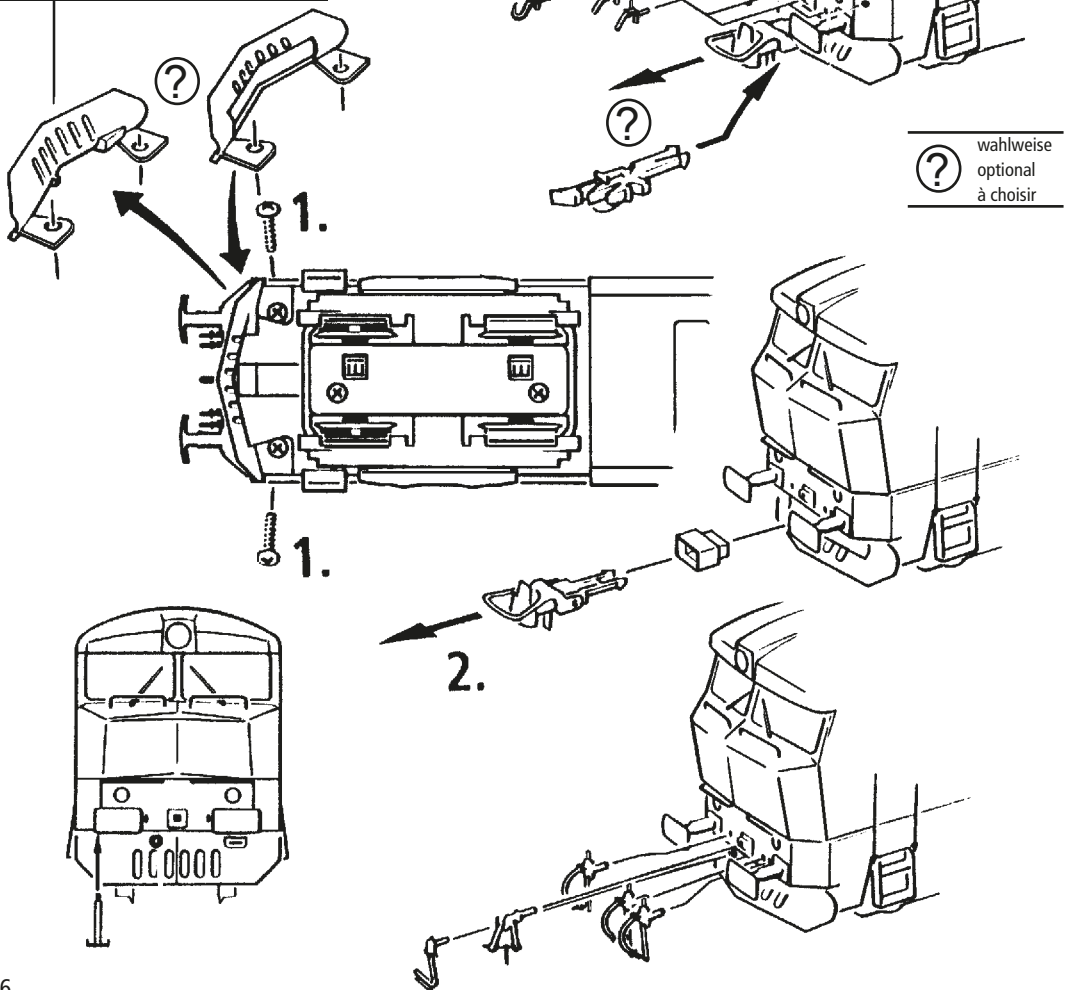
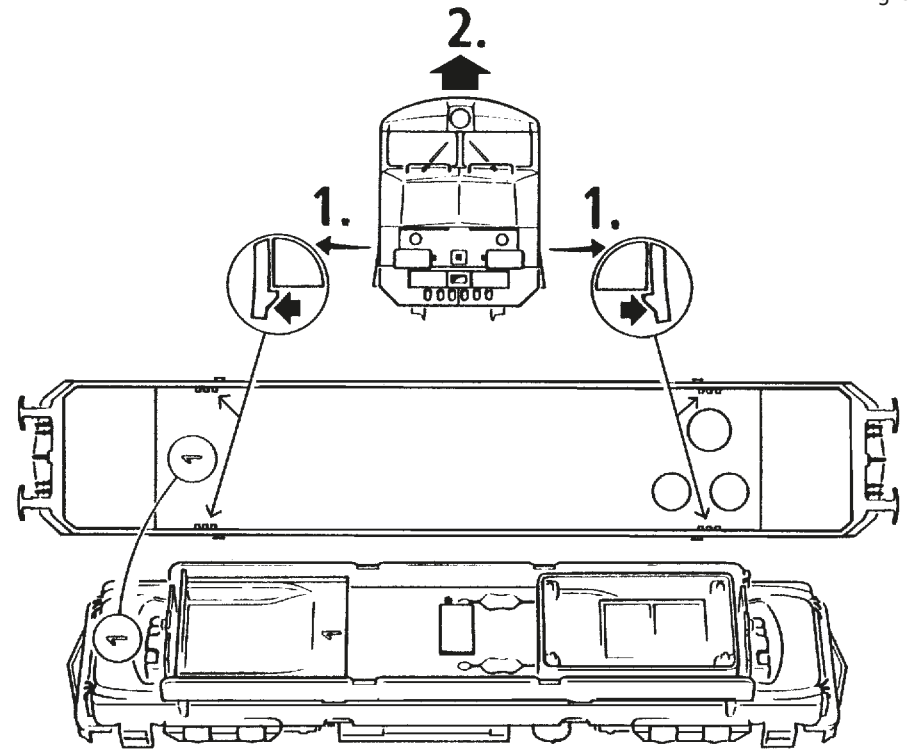

Fig. 3
Fig. 4
**Mehrzugbetrieb:** Zuerst Lokgehäuse abnehmen (Fig. 3). Danach den Brückenstecker aus der Schnittstelle entfernen (diesen sorgsam aufbewahren). Danach den Stecker des Steuerbausteins lagerichtig einsetzen (siehe Fig. 4).
**2. Schmierung:** Versehen Sie die im Schmierplan in Fig. 5 gekennzeichneten Stellen mit nur **kleinen Öltropfen**. Dazu zuerst das Lokgehäuse abnehmen (Fig. 3). Wir empfehlen den ROCO **Öler Art.-Nr. 10906**. Fürs Schmieren der Getriebeteile (Zahnräder, Schnecke) empfehlen wir das **ROCO-Spezialfett Art.-Nr. 10905**. Im Falle der Schmierung diese Teile **nicht ölen**.
**4. Kohlebürstenwechsel:** Lokgehäuse abnehmen (Fig. 3). Danach wird der Motor ausgebaut und die Kohlebürsten ausgewechselt (Fig. 8).
**Running in digital mode:** Remove the jumper from the interface. Finally put the plug of the chip into the interface as shown in fig. 4.
**2. Lubrication:** Apply **tiny oil drops** to spots marked in fig. 5. Prior to lubrication dismantle locomotive (fig. 3). We recommend using item no. **10906, ROCO oiler**. For lubrication the gearparts (e.g. cogwheels, worm) we would recommended our ROCO **special grease** (item no. **10905**).
**4. Carbon Brush Changing:** First remove loco body (fig. 3), and then the motor (fig. 8).
Enlevez la fiche de shuntage de l'interface (à conserver!) et enfichez finalement la fiche du module de télécommande aux prises de l'interface. Veillez à la position correcte de la fiche (voir fig. 4).
**2. Graissage:** N'appliquez **qu'une toute petite goutte** aux endroits indiqués par le plan de graissage (fig. 5) après avoir démonté la caisse de la locomotive (fig. 3). Nous vous recommandons **le graisseur à huile ROCO réf. 10906**. Pour graisser les engrenages (roues dentées, vis sans fin) nous vous conseillons la **graisse spéciale ROCO réf. 10905** pour engrenages en matières synthétiques. Lorsque vous utilisez cette graisse il faut éviter d'huiler ces composants.
**4. Remplacement des balais du moteur:** Démontez la caisse (voir fig. 3). Démontez ensuite le moteur et échangez le balais (fig. 8).
voir } Fig.3